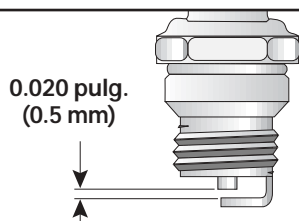

Fig. 19
3. Fije la separación de aire a 0.020 pulgadas (0.5 mm) utilizando un calibrador (Fig. 19).